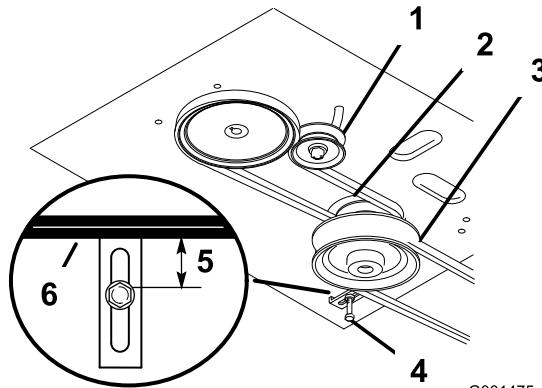

Figure 37
4. Enlevez la courroie du plateau de coupe (voir Remplacement de la courroie du plateau de coupe) (Figure 37).
5. Desserrez le boulon de pivot jusqu'à ce que la poulie de tension puisse coulisser dans la fente et déposez la courroie de transmission du moteur et des poulies d' entraînement (Figure 37).
6. Montez la courroie d' entraînement neuve sur les poulies de moteur et d' entraînement (Figure 37).
7. Insérez la poulie de tension dans le bâti du moteur pour tendre la courroie de transmission (Figure 37).
8. Installez la courroie du plateau de coupe (Figure 37).
9. Vérifiez que le guide de courroie sous le bâti du moteur est réglé correctement (Figure 37).